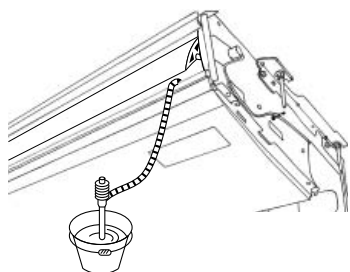

Fig. 5-3
1. Fixe o casquilho de junta ⑤ fornecido com a unidade à porta de drenagem na unidade com um adesivo de cloreto de vinilo.
2. Aperte a tampa da tomada ③ fornecida com a unidade ao casquilho de junta ⑤.
3. Fixe a tubagem de drenagem do campo (VP-20) ao casquilho de junta ⑤ com um adesivo de cloreto de vinilo.
4. Isole a tampa de tubagem de drenagem ⑦ fornecida com a unidade. (Isolamento da costura)
- Ⓒ Tampa da tomada ③
- Ⓓ Casquilho de junta ⑤
- Ⓔ Tampa da tubagem de drenagem ⑦
5. Verifique se a drenagem se faz correctamente (Fig. 5-3)